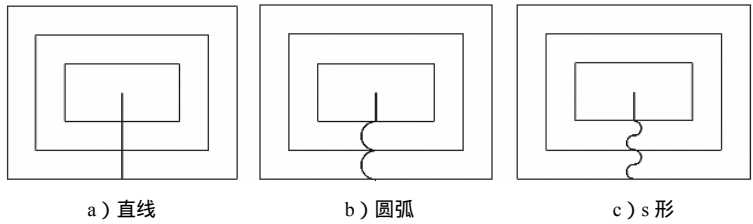

图 7-48 行间连接方式
- 【行间连接方式】：行间连接方式有 3 种类型，如图 7-48 所示。